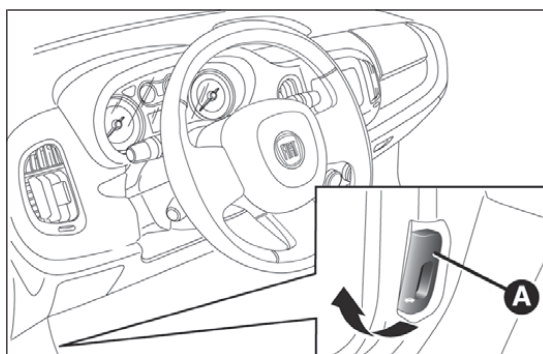

Abb. 101
- Den Hebel A Abb. 101 in Pfeilrichtung ziehen;